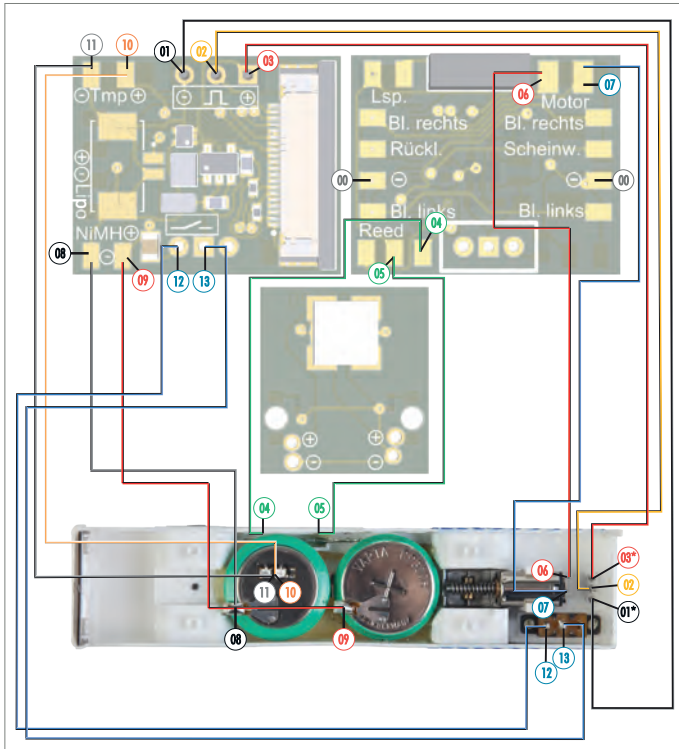

Abb. 38: Anschlussschema, Typ Bus-Modell
**\*HINWEIS:** Beachten Sie den zuvor von Ihnen definierten und markierten "+" (Plus)-Pol der Ladebuchse und verbinden Sie diesen mit dem Anschluss "03" der Umrüstplatine. Im Anschlusschema Abb. 38 sind "01" und "03" fahrzeugeitig lediglich Beispielbelegungen. S.a. Kap. "Fahrzeug umrüsten".